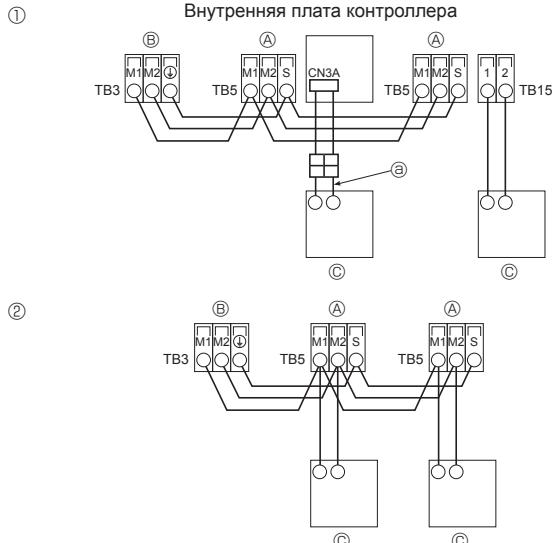

Fig. 7-3
7.4. Подсоединение пульта дистанционного управления, кабелей передачи внутри и снаружи (Fig. 7-3)
① Пульт дистанционного управления "MA"